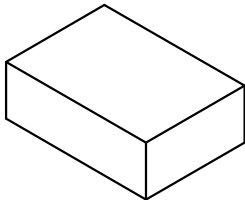

图3 内盒包装
- 2: 如图3，每内盒装4小袋，装盒后贴上物料标签，数量为4X500pcs。